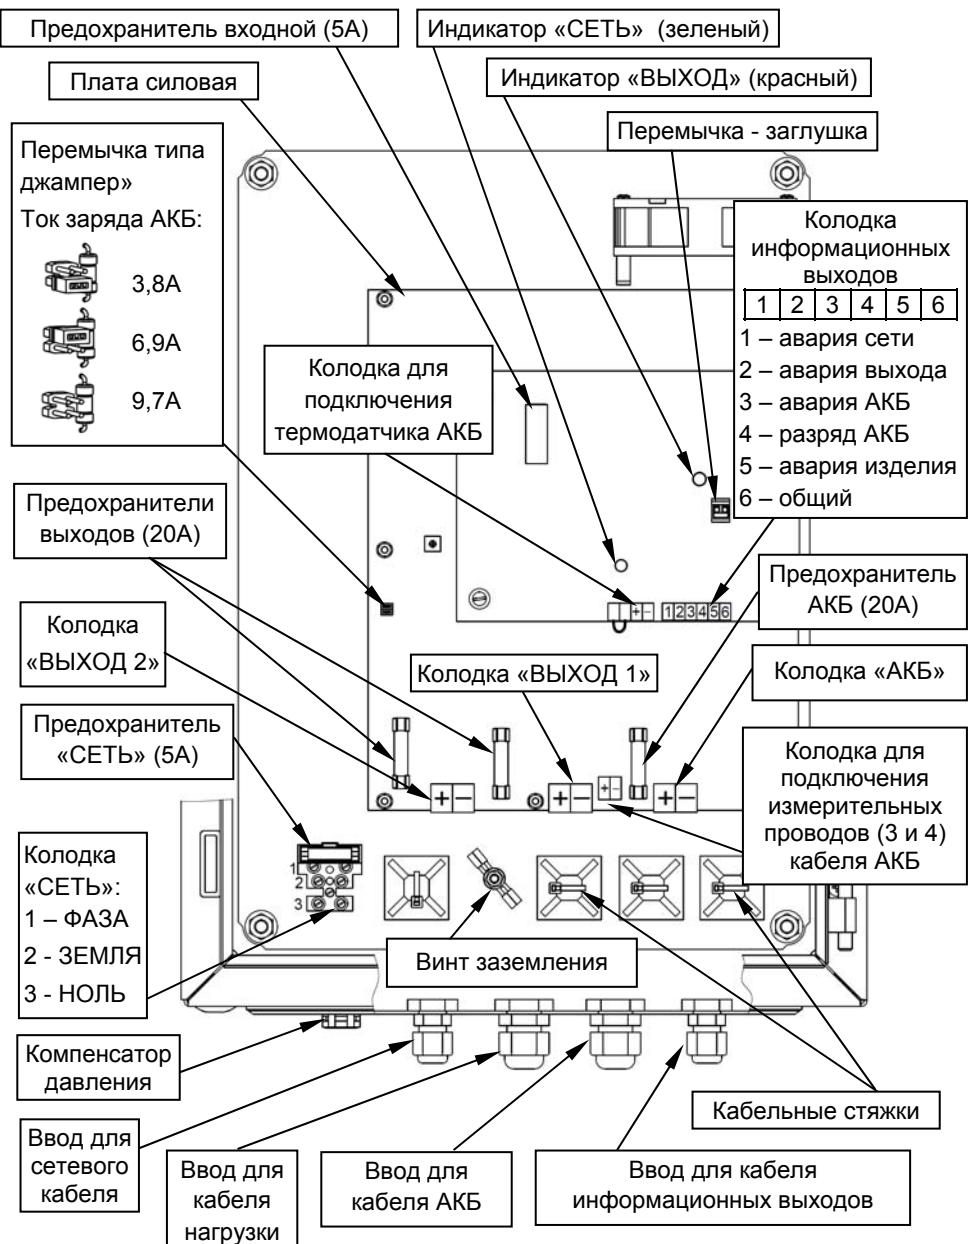

Рисунок 2 - вид изделия с открытой дверцей
Подвод проводов сетевого питания, выходной нагрузки и АКБ осуществляется через герметичные кабельные вводы, установленные на нижней стенке корпуса (см. рисунок 2). При открытой дверце осуществляется доступ к печатным платам изделия и расположенным на них предохранителям, перемычкам, клеммным колодкам и индикаторам «СЕТЬ» (зеленого цвета) и «ВЫХОД» (красного цвета).
Изделие обеспечивает ограничение тока заряда АКБ. Выбор одного из трех значений ограничения тока заряда АКБ осуществляется установкой/удалением соответствующей перемычки типа «джампер» (см. рисунок 2) в соответствии с рекомендациями таблицы 2.
Схемой источника предусмотрен разъем, контакты которого замкнуты предустановленной перемычкой-заглушкой (заводская установка). Разъем расположен на плате управления (см. рисунок 2) и предназначен для подключения внешнего управляющего контакта «ВЫХОД» (например: контакт внешнего реле, кнопки или тумблера).
Подключение внешних цепей к изделию в соответствии с назначением клемм подключения (см. рисунок 2) следует выполнять в следующей последовательности:
- провод заземления подключить к клемме 2 (ЗЕМЛЯ) на колодке «СЕТЬ» (см. рисунок 2).
- установить перемычками требуемое значение ограничения тока заряда АКБ (см. рисунок 2 и таблицу 2);